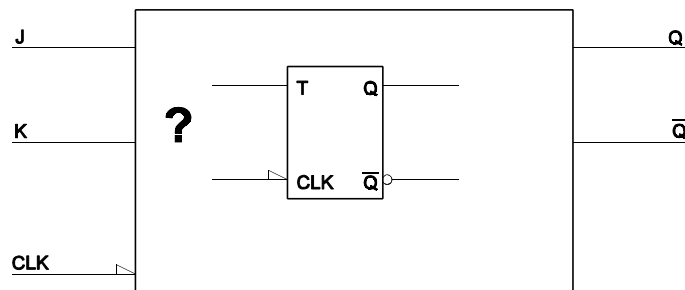

Abb. 8
12. Entwerfen Sie eine Zusatzbeschaltung, die ein T-Flipflop in ein JK-Flipflop umwandelt (Abbildung 8).